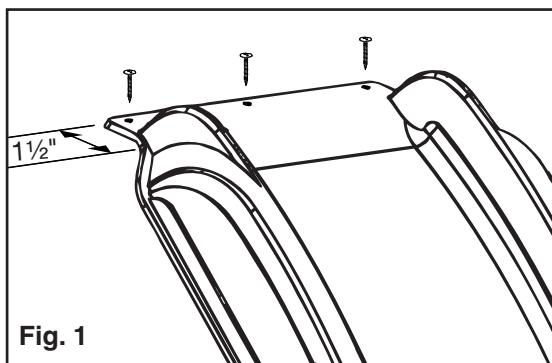

Fig. 1
2. Attach slide temporarily to play deck with three #14 x 1 1/4" screws provided. **(Fig.1)**
2. Fije temporalmente el tobogán a la plataforma con los tres tornillos de gota #14 x 1 1/4" que se suministran. **(Fig. 1)**